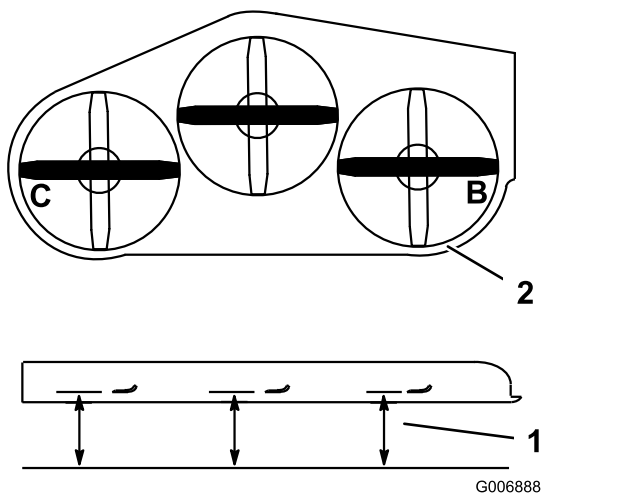

Figure 89
4. Aux points **B** et **C**, mesurez l'écart entre une surface plane et le tranchant de la pointe des lames (Figure 89).